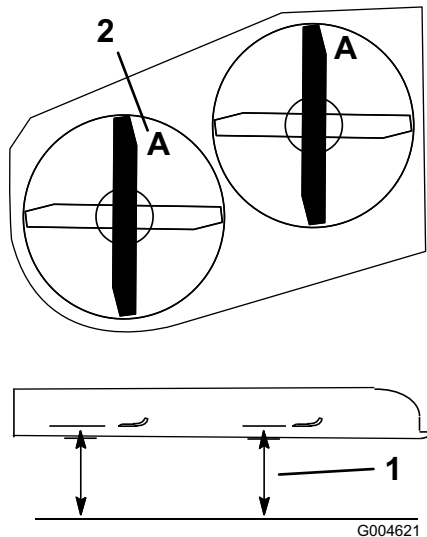
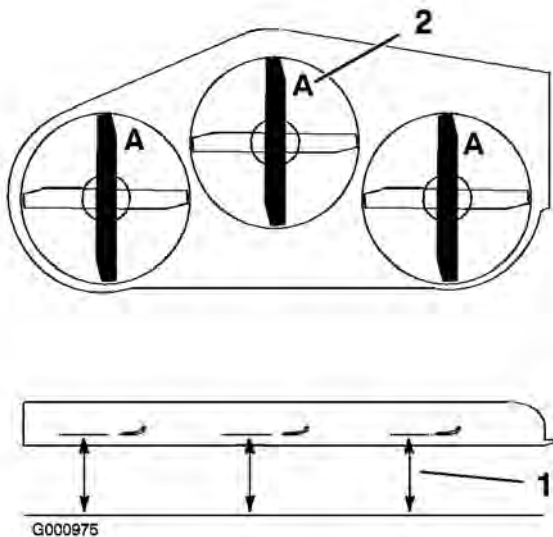

Figura 56
Figura 57
cuando ambas están orientadas hacia adelante (Figura 56 o Figura 57).
3. Gire las cuchillas hasta que los extremos estén orientados hacia adelante y hacia atrás (Figura 56 o Figura 57). Mida desde una superficie nivelada hasta el filo de corte, con
las cuchillas en la posición **A** (Figura 56 o Figura 57). Anote esta dimensión.